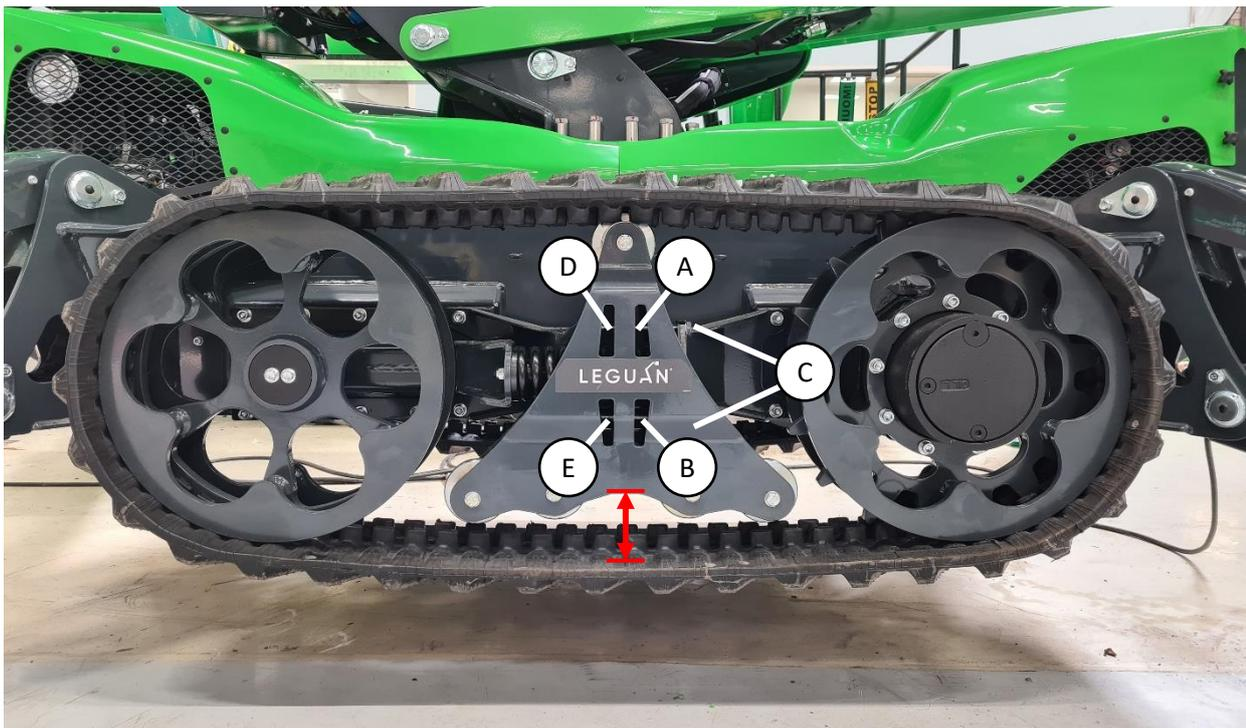

Figura 16. Regolazione della tensione dei cingoli
Sollevarre la piattaforma aerea da terra utilizzando gli stabilizzatori. I cingoli devono essere staccati da terra di almeno 5 cm. La tensione è corretta se la distanza tra il cingolo e il telaio del cingolo è uguale da un'estremità all'altra (contrassegnata con linee rosse in figura 16). La distanza corretta è 85-90 mm.
Il cingolo è messo in tensione con una molla precaricata. Per tendere il cingolo, allentare i dadi contrassegnati (A) e (B) in figura 16. Quindi serrare i dadi D ed E e trattenere i bulloni C (o viceversa). In questo modo i bulloni (figura 16 (C)) e la piastra di regolazione vengono portati verso il centro del cingolo e la ruota anteriore del cingolo viene spostata in avanti. Serrare i dadi quanto basta affinché il cingolo si raddrizzi rispetto al telaio e la distanza sia di 85-90 mm. Serrare entrambi i dadi in modo uniforme. Dopo la regolazione serrare i dadi A e B.